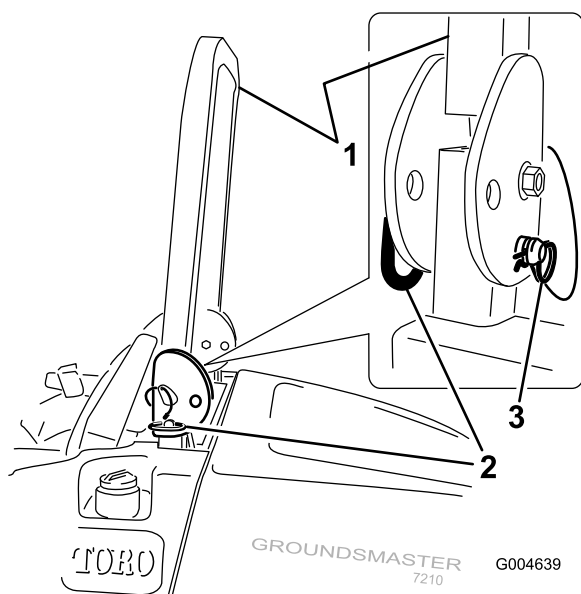

Figura 13
1. Para bajar la barra anti-vuelco, retire los pasadores de horquilla, empuje la barra hacia adelante contra los muelles, y retire los dos pasadores (Figura 13).
3. Instale los dos pasadores y fíjelos con los pasadores de horquilla (Figura 13).
4. Para elevar la barra anti-vuelco, retire los pasadores de horquilla y retire los dos pasadores (Figura 13).
5. Eleve la barra anti-vuelco a la posición vertical, instale los dos pasadores y fíjelos con los pasadores de horquilla (Figura 13).